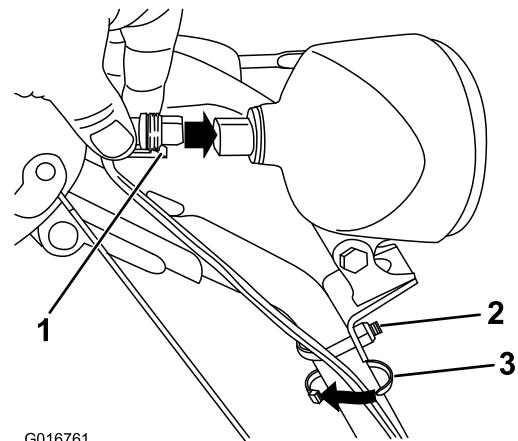

Figure 12
Remarque: Assurez-vous que l'attache en plastique du connecteur se trouve en bas (Figure 12).
2. Attachez un serre-câble (pris dans le sachet de pièces détachées) autour du câble et du guidon à environ 2,5 cm (1 po) en dessous de l'étrier fileté (Figure 12).